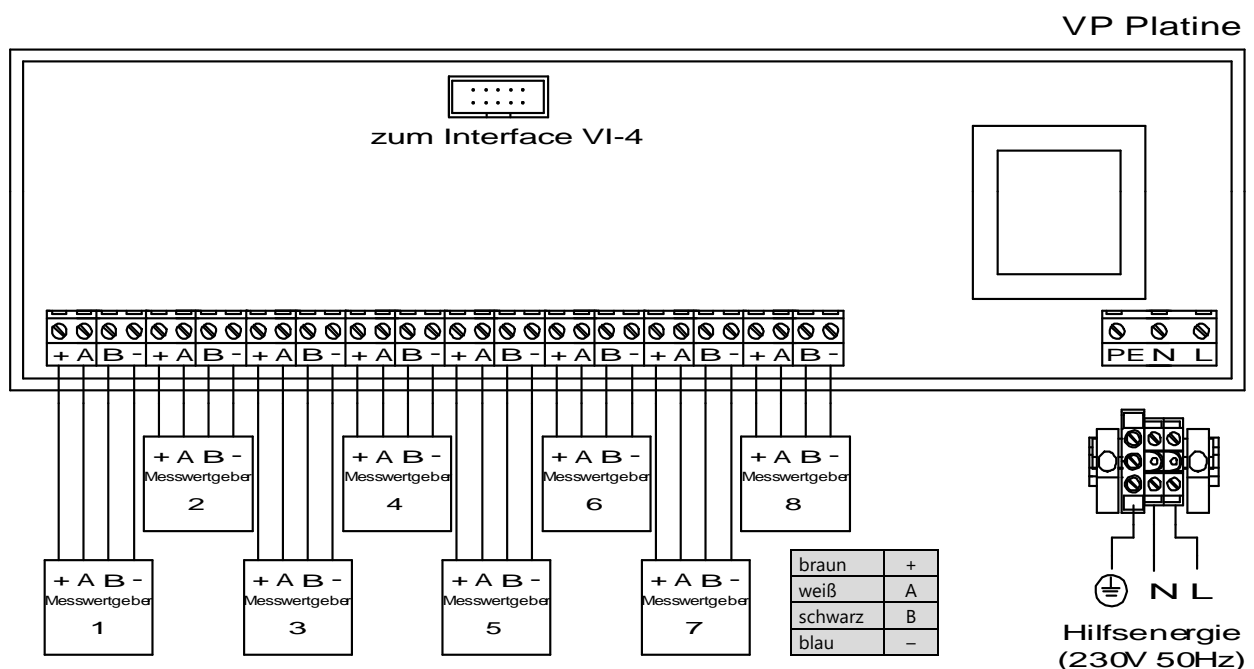

Abbildung 8: Anschluss Drucksensor VPS-L an VP Platine im VISY-Command
- (1) M12 Kupplung des FAFNIR-Anschlusskabels mit dem Drucksensor verbinden. Eine Verlängerung des Kabels ist möglich, soweit die im Kapitel „Technische Daten“ aufgelisteten Spezifikationen des FAFNIR-Anschlusskabels erfüllt werden.
- (2) Gehäusedeckel des VISY-Command öffnen
- (3) Die freien Adern des FAFNIR-Anschlusskabels durch eine freie Kabeldurchführung im VISY-Command stecken
- (4) Die freien Adern (braun, weiß, schwarz, blau) des FAFNIR-Anschlusskabels mit den Schraubklemmen (+ A B -) der Anschlussleiste des Messumformers VP entsprechend des Anschlussplans verbinden (siehe Abbildung 8).
An jeden einzelnen Messwertgeber-Anschluss können bis zu drei unterschiedliche FAFNIR-Sonden angeschlossen werden (z. B. ein VISY-Stick, ein VPS und ein VISY-Stick Sump Manhole, siehe Abbildung 8)